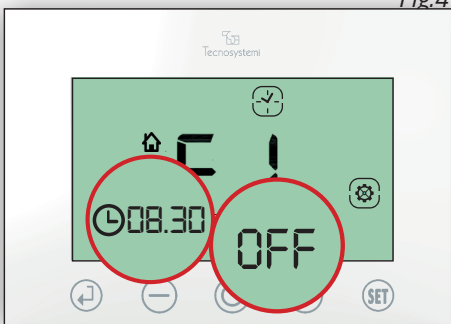

Fig.7
1.4 Impostare l'orario di spegnimento OFF della fascia F1 (08.30) e confermare con (↩). (Fig.7)